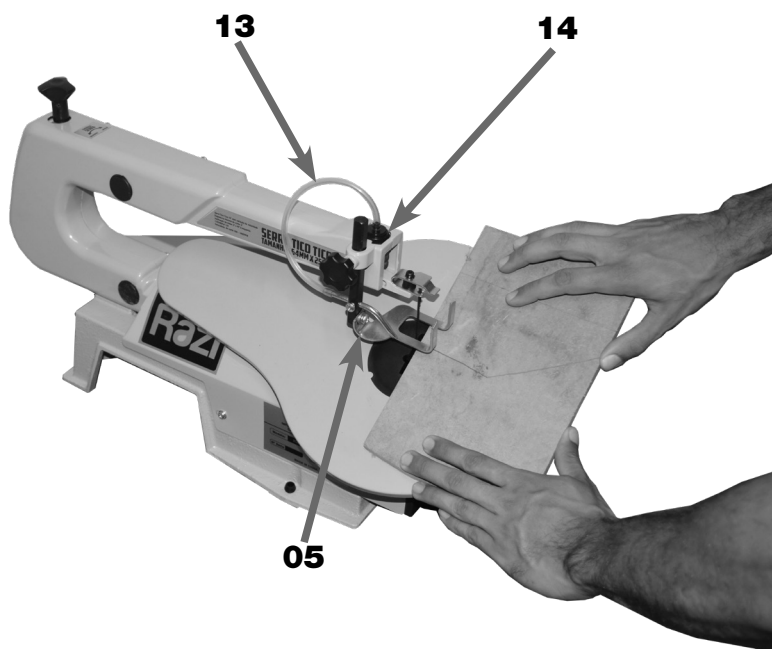

FIGURA 13 – Operação de Corte em Angulo
11. COLOCAR as mãos sobre a peça conforme figura 13;